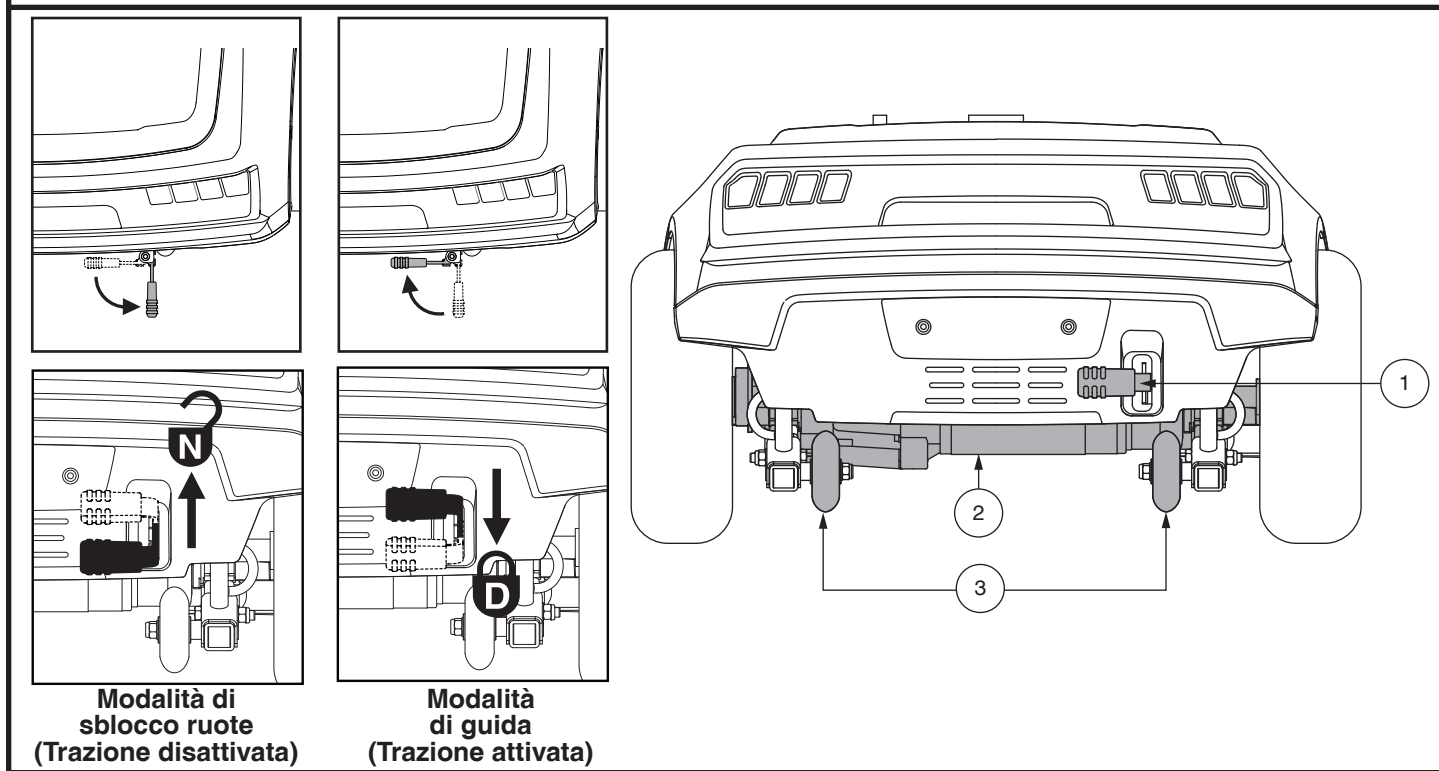

Figura 2. Sezione posteriore
2. Capovolgere ed estendere la leva di sblocco ruote allontanandola dallo scooter. **Vedere le figura 2.**